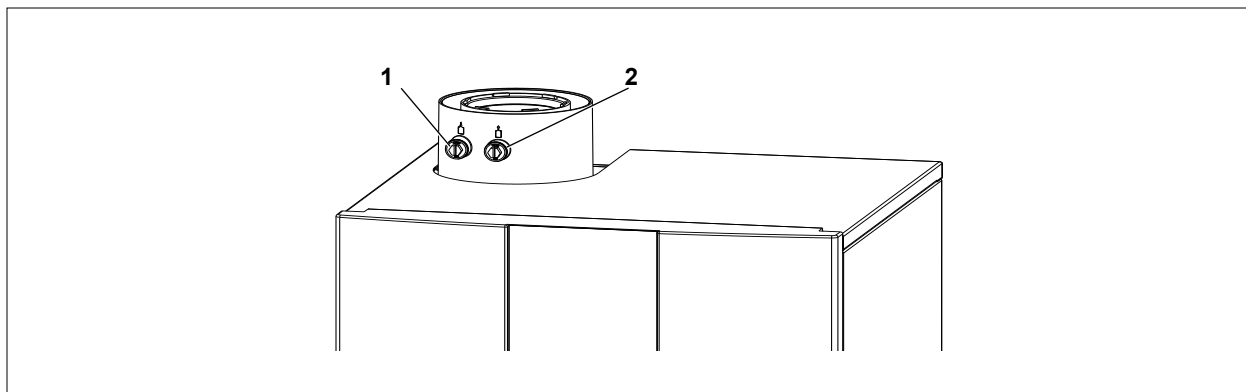

Рис. 6.2 Соединительный фланец установки с измерительным отверстием ОГ
- ▶ Удалить колпачок из правого измерительного отверстия (Рис. 6.2).
- ▶ При необходимости изменить значение CO₂ согласно Табл. 6.4 с помощью винта расхода газа (2).